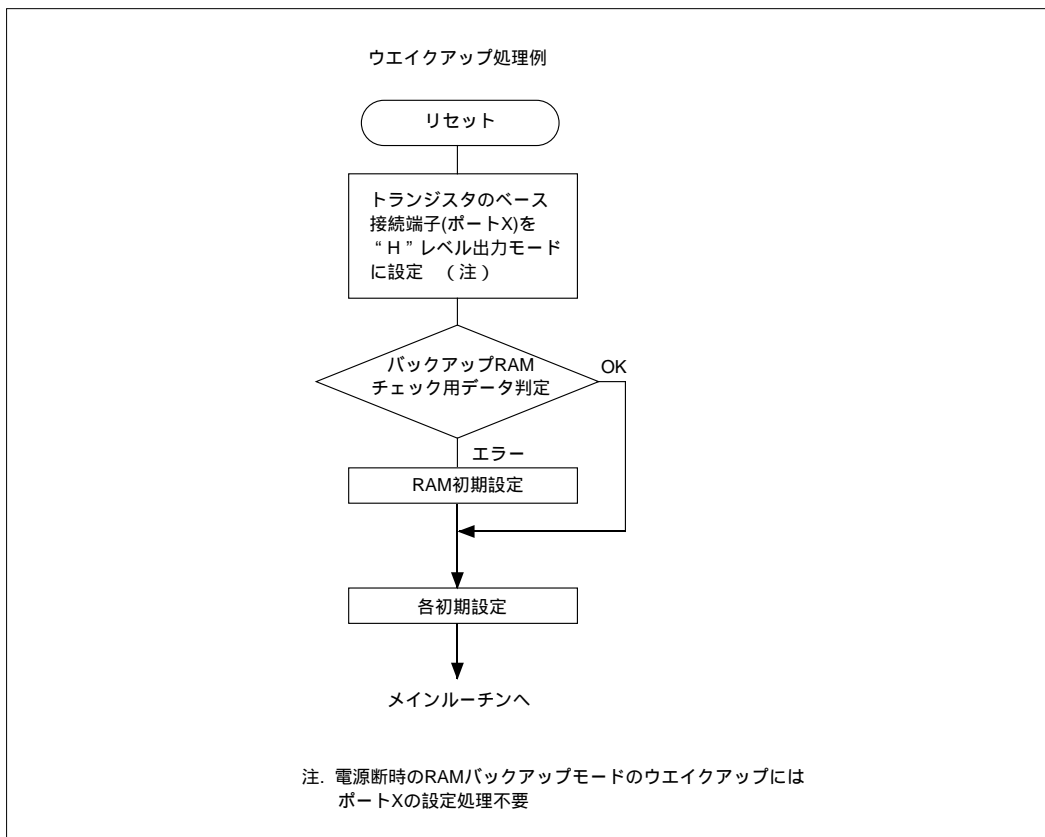

図17.4.1 ウエイクアップ処理
RAMバックアップモードを解除して通常動作に復帰するための処理を、ウエイクアップ処理と言います。図17.4.1にウエイクアップ処理例を示します。
- (1) リセット動作を実行(図17.4.1の)。
- (2) ポートXを出力モードに設定し、“H”レベルを出力(図17.4.1の)。(注)
- (3) RAMバックアップモード時に作成した、チェック用データの内容を判定(図17.4.1の)。
- (4) (3)の判定結果が一致しなかった場合、RAMの初期設定を行う(図17.4.1の)。
- (5) 各初期設定を行った(図17.4.1の)後、メインルーチンへ復帰(図17.4.1の)。